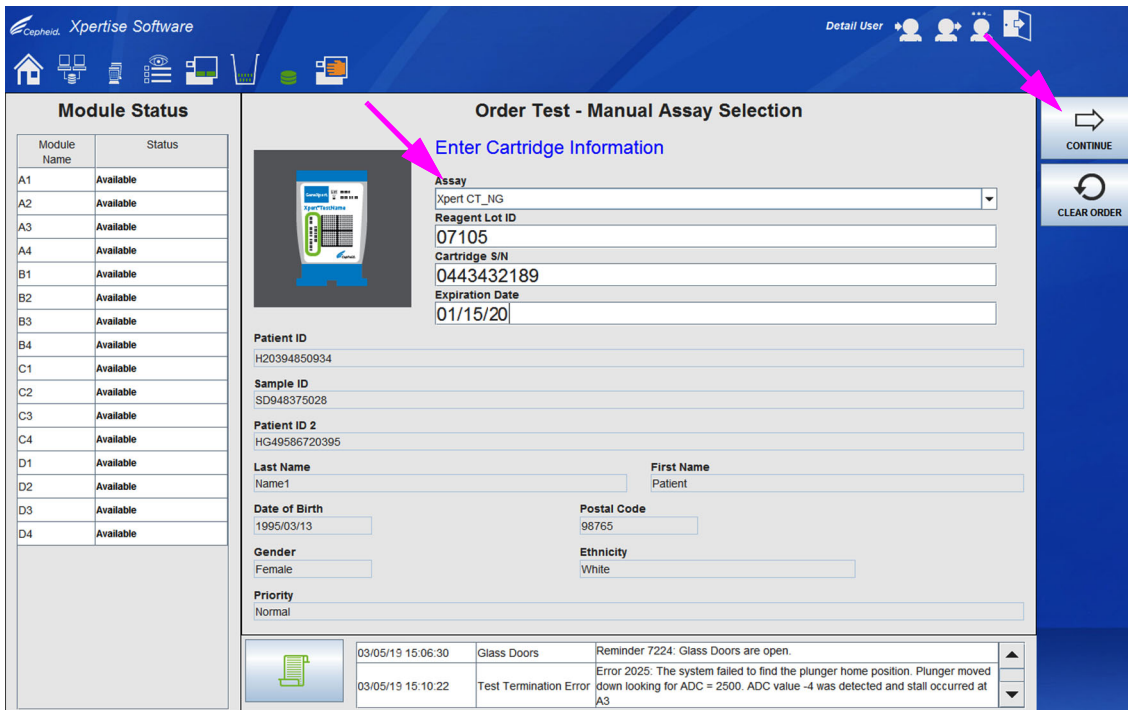
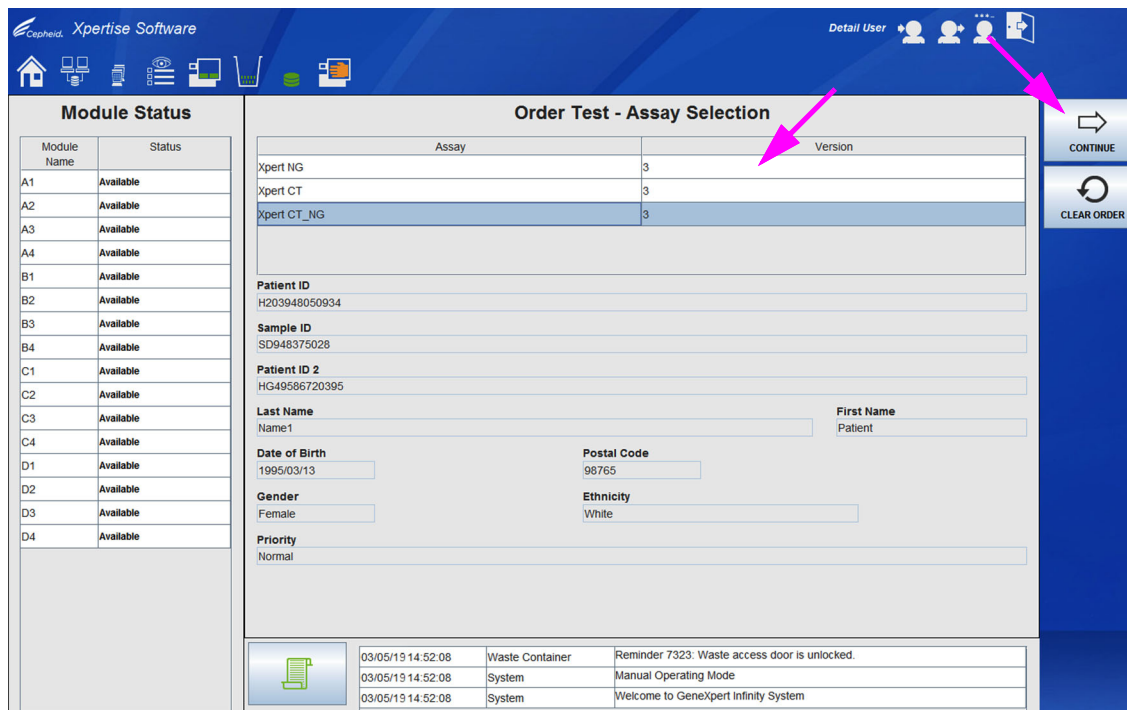

Figura 5-117. Área de trabalho Order Test (Pedir teste) – Manual Assay Selection (Seleção manual do ensaio) com informação introduzida
Figura 5-118. Área de trabalho Order Test (Pedir teste) – Assay Selection (Seleção de ensaio)
3. Selecione o botão **CONTINUE (CONTINUAR)** (ver Figura 5-115). É apresentada a área de trabalho Order Test (Pedir teste) – Manual assay selection (Seleção manual do ensaio). Ver Figura 5-117.
4. Selecione o botão **CONTINUE (CONTINUAR)** depois de ter introduzido toda a informação do cartucho (ver Figura 5-117). Para ensaios com testes múltiplos, será apresentada a área de trabalho Order Test (Pedir teste) – Assay Selection (Seleção de ensaio) (ver Figura 5-118). Para ensaios com teste único, será apresentada a área de trabalho Order Test (Pedir teste) – Test Information (Informação do teste). Ver Figura 5-119.